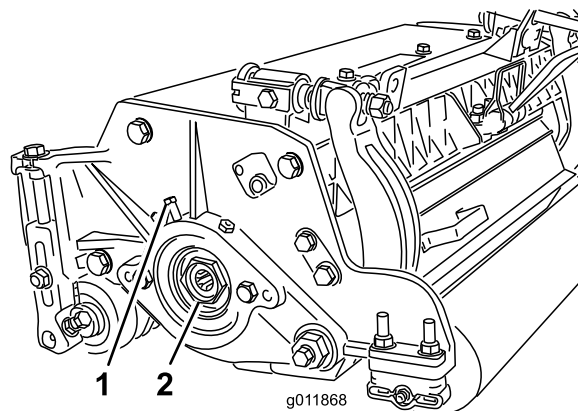

Рисунок 28
- А. Ослабьте внешний установочный винт, который крепит регулировочную гайку подшипника к корпусу подшипника, расположенному на левой стороне режущего блока (Рисунок 28).